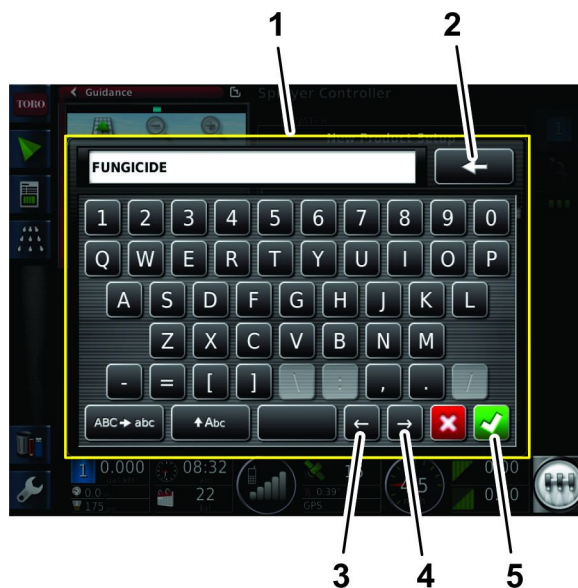

图 29
8. 按产品名称图标用显示屏键盘输入产品名称然后按确认图标图 29。